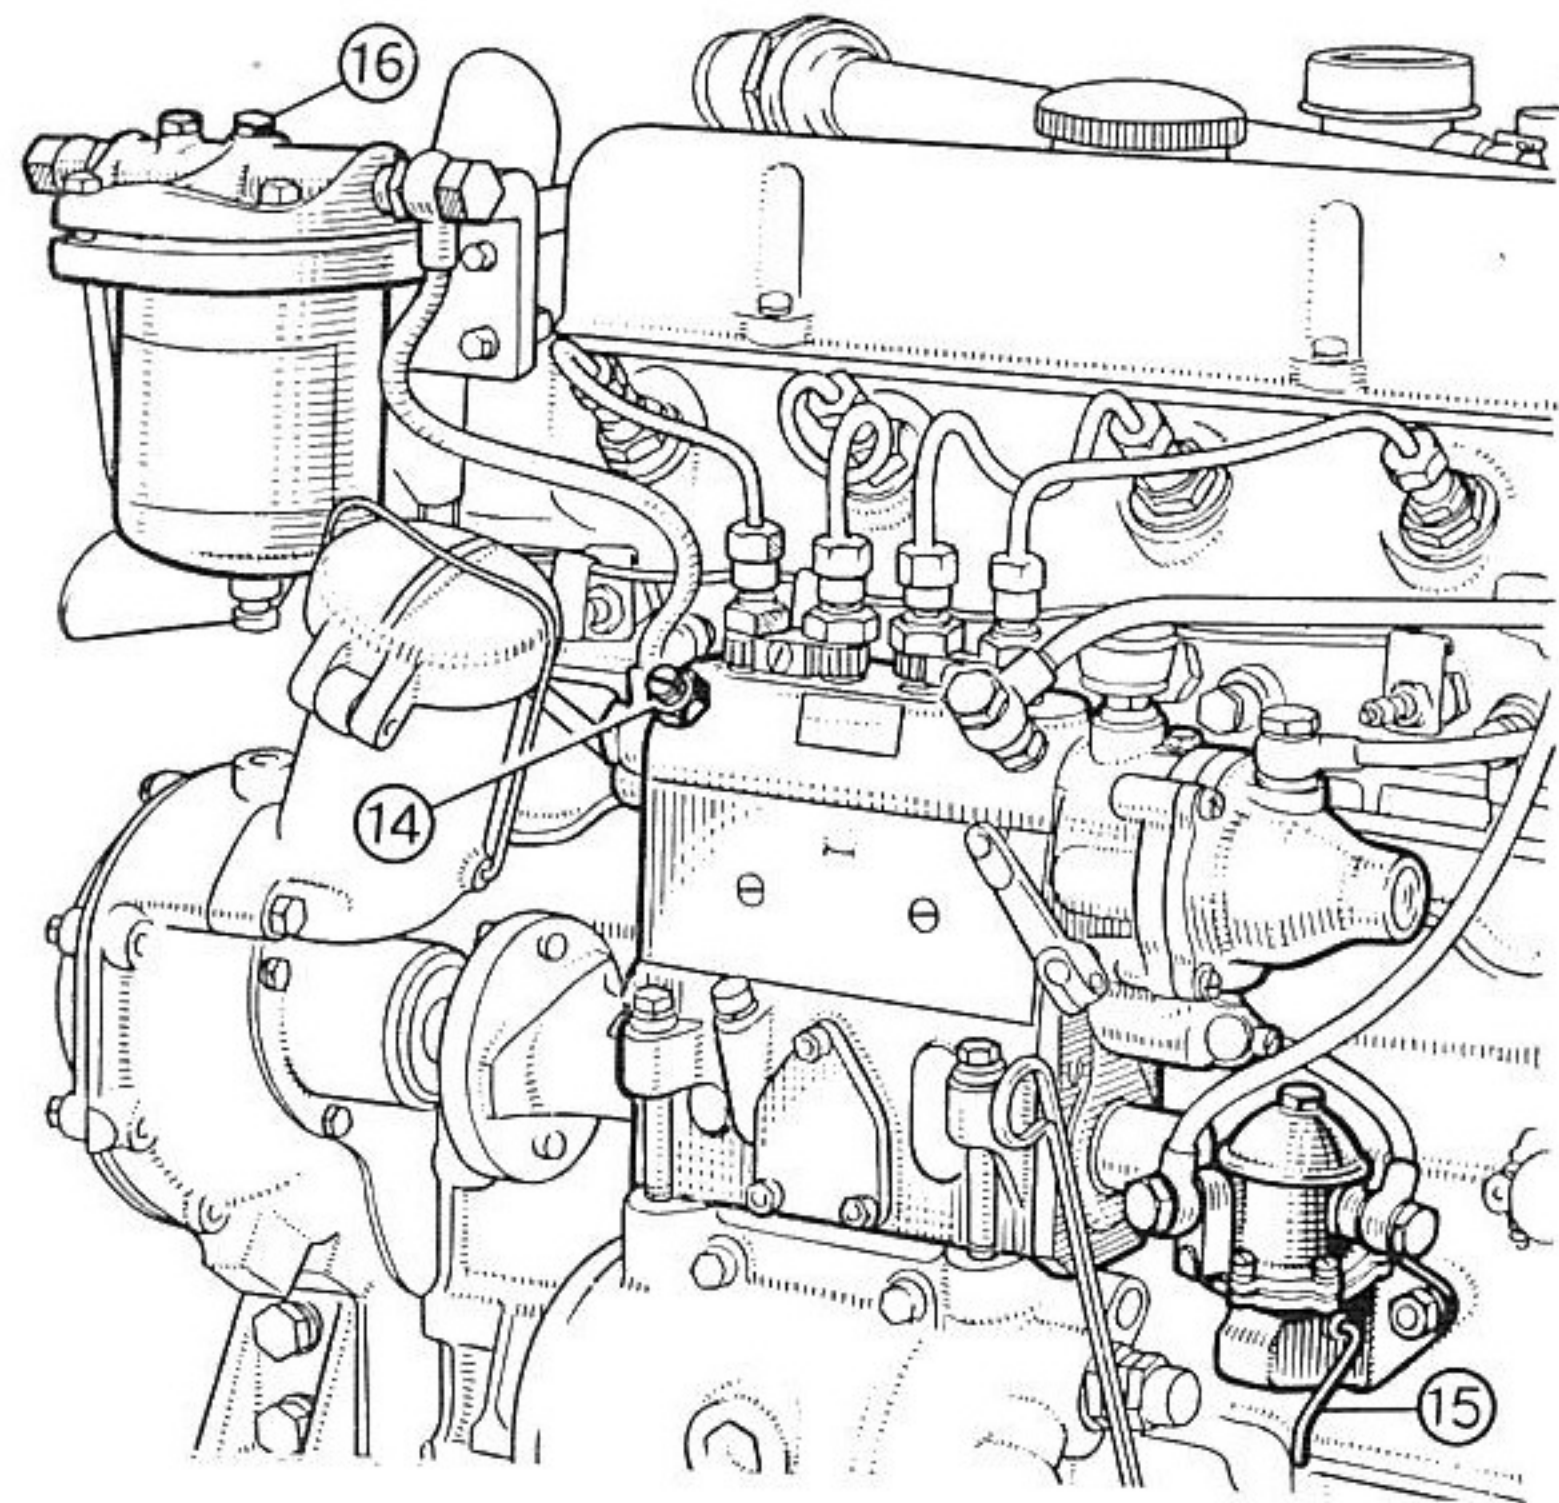

Fig. 16. - Pompe d'alimentation, pompe d'injection et filtre à combustible.
- a) Dévisser de plusieurs tours (ne pas l'ôter) le bouchon de purge d'air sur le couvercle du filtre à combustible (16, fig. 16) et actionner la manette d'amorçage (15, fig. 16) jusqu'à ce qu'on voit le combustible s'écouler régulièrement, c'est-à-dire sans bulles d'air, à travers le trou du bouchon susdit. A ce moment, revisser le bouchon.
- b) Desserrer de quelques tours la vis de purge d'air de la pompe d'injection (14, fig. 16) et actionner à nouveau le dispositif d'amorçage de la pompe à gasoil. Dès que le combustible s'écoule